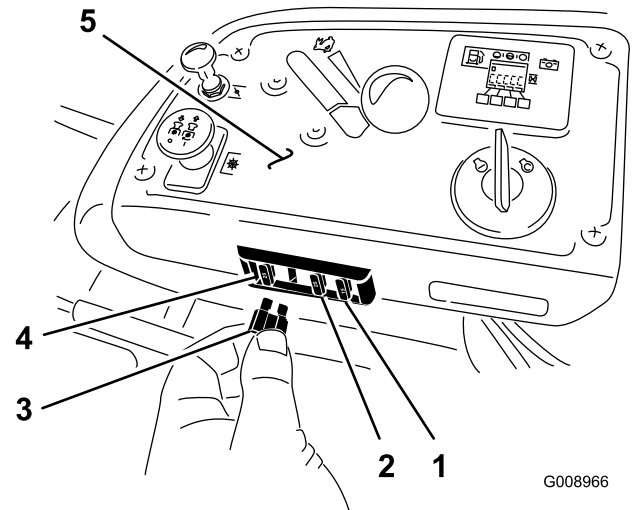

Figura 58
1. I fusibili sono posizionati sulla consolle destra vicino al sedile (Figura 58).
3. Montate un fusibile nuovo (Figura 58).